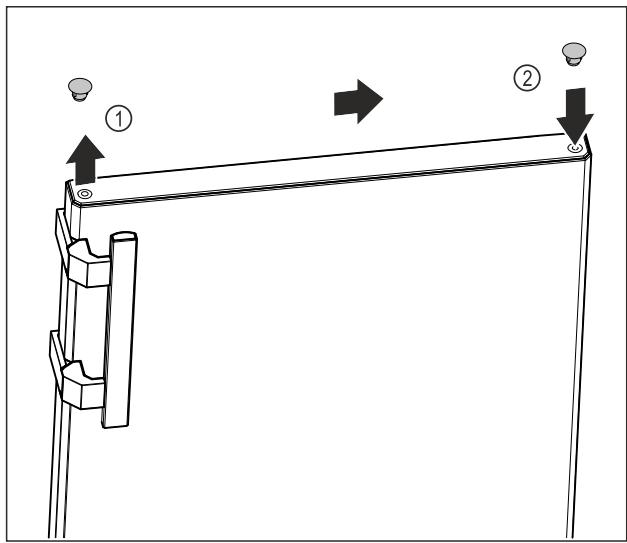

Fig. 14
- Осторожно поднимите заглушку в верхней части двери *Fig. 14 (1)* при помощи шлицевой отвертки.
- Установите заглушку на противоположной стороне. *Fig. 14 (2)*